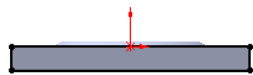

图 17.7.48 横断面草图
(1) 选择命令。选择下拉菜单 **插入(I)** → **切除(C)** →  **拉伸(E)...** 命令。
(2) 定义特征的横断面草图。选取右视基准面为草图平面, 绘制图 17.7.48 所示的横断面草图。
(3) 定义拉伸深度属性。采用系统默认的深度方向; 在 **方向 1** 区域的  下拉列表中选择 **完全贯穿** 选项, 选中 ☒ **方向 2** 选项。
(4) 单击  按钮, 完成切除—拉伸 1 的创作。